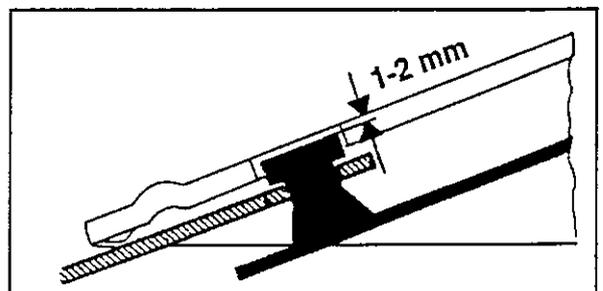

Fig. 4-43
*La lama è agganciata correttamente quando la testa del perno di alloggiamento penetra di 1-2 mm nel foro presente nel disco (Fig. 4-43). La testa non deve presentare abrasioni (vedere anche pagina 4-10).*